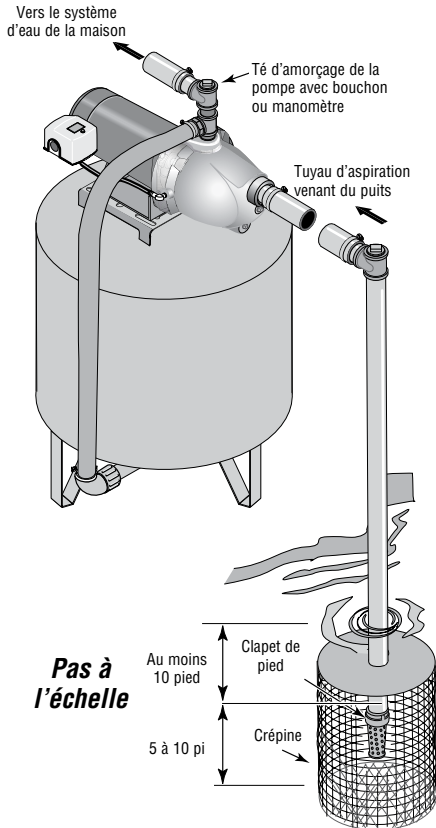

Figure 3 : Installation pour les eaux de surface
INSTALLATION DANS LE CAS D'EAUX EN SURFACE (Figure 3)
- 2 ° Assembler le clapet de pied et le tuyau d'aspiration (voir la Figure 3). S'assurer que le clapet de pied fonctionne librement. Utiliser du ruban d'étanchéité en PTFE pour filetage les raccords filetés. Poser une crépine autour du clapet de pied pour le protéger contre les poissons, les déchets, etc. (voir la Figure 3).
- 4 ° Poser le té d'amorçage, le bouchon d'amorçage et le tuyau d'aspiration sur la pompe (voir la Figure 3). Supporter le tuyau de façon qu'il ne soit pas cintré afin qu'il n'exerce pas de contraintes sur le corps de la pompe; de plus, il doit être légèrement incliné vers le haut, du puits jusqu'à la pompe (les points hauts risquent de causer des poches et des bouchons d'air dans la pompe). Rendre étanches les raccords du tuyau d'aspiration avec du ruban d'étanchéité en PTFE pour filetage. Les raccords doivent être étanches à l'air et à l'eau. *Si le tuyau d'aspiration aspire de l'air, la pompe ne pompera pas l'eau du puits.*